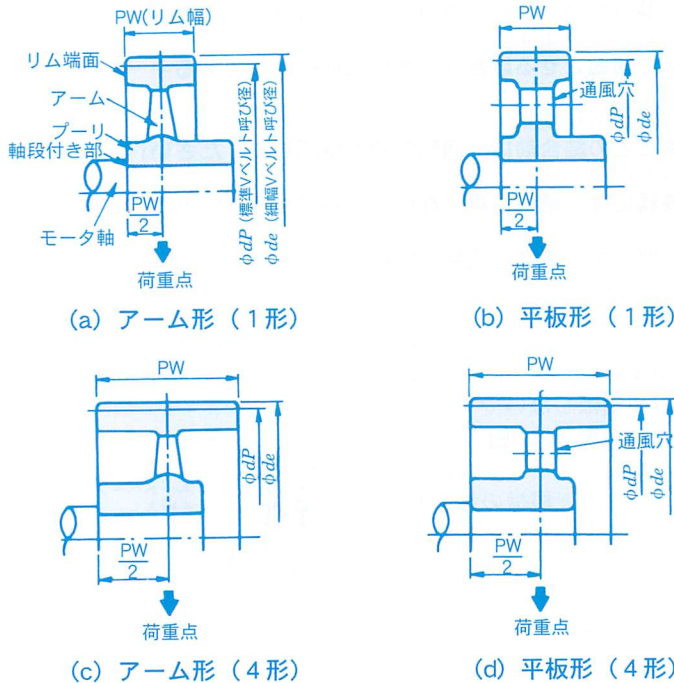

図2 モータ用Vプーリの取り付け
- (1) モータ用Vプーリは、モータの通風冷却を妨げないようにするため、図2のようなアーム形を標準としています。従って、平板形を使用する場合は、図2のようにできるだけ大きな通風穴を開けてご使用ください。
- (2) モータにVプーリを取り付ける場合は、モータ軸段付き部及び軸受に加わる荷重を最小にするため、Vベルトの張力による軸の荷重点をできるだけモータ側にもってくる必要があります。従って、Vプーリのリム端面は、図2のように軸段付き部と同一面になるように取り付けてください。